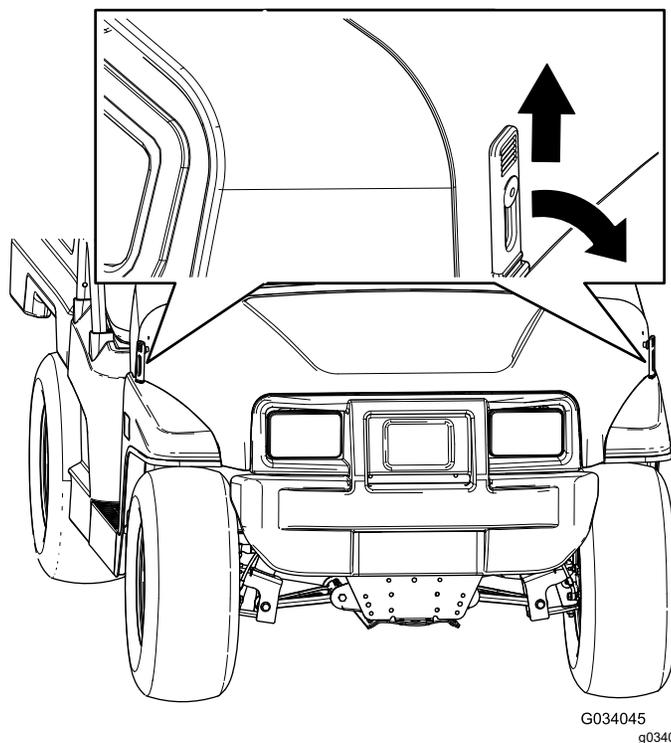

図 23
1. フードの両側についているゴム製ラッチのハンドルを上げる 図 23。
2. フードの両側で、ゴム製ラッチとラッチアンカーをそろえてラッチを掛ける (図 23)。